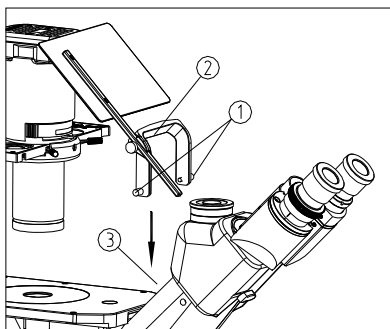
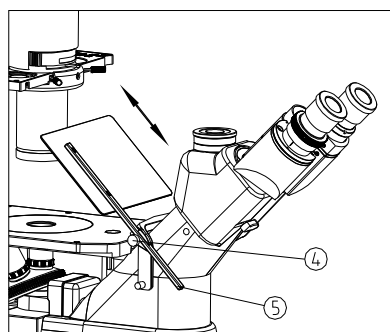

图 14
图 15
- (1) 将紧固螺钉①旋松，直到能够放入三通罩壳③的两侧为止。（如图 14）
- (2) 将固定架②慢慢往下放，直到碰到三通罩壳③，然后将滤光板左右放平，再将紧固螺钉①锁紧。
- (3) 稍微旋松压紧螺钉④，可使连接杆⑤按箭头方向进行移动，把滤光板调节到合适位置，然后再把压紧螺钉④压紧。（如图 15）